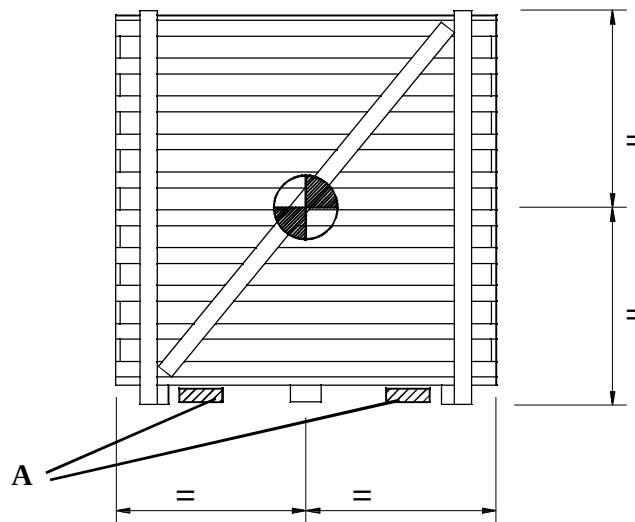

fig. 1
The centre of gravity for both the washer and the TILT SYSTEM components assembly crated, is equidistant of the sides; top and lower of the crate (*fig. 1*)
El centro de gravedad, tanto de la lavadora como del conjunto de elementos del TILT SYSTEM contenidos en su embalaje, es equidistante de los laterales y de la cara superior e inferior del mismo (*fig. 1*)
Le centre de gravité de la machine, et l'ensemble des éléments du TILT SYSTEM dans l'emballage, est équidistant des latéraux de l'emballage et des côtés supérieur et inférieur (*fig. 1*)
To move the machine when crated (*fig. 1*), use best a pallet truck, placing the forks (A) between the crating base and the floor, use the maximum width permitted by the crating.
El transporte de la máquina con embalaje (*fig. 1*) se realizará, preferentemente, mediante carretillas elevadoras, introduciendo las palas (A) en el espacio que existe entre la base del embalaje y el suelo, utilizando la máxima anchura que permita el embalaje.
Le déplacement de la machine avec emballage (*fig. 1*), sera effectué, préférentement, par des chariots élévateurs, on introduira les fourches (A) dans l'espace qu'il y a entre la base de l'emballage et le sol, en utilisant la largeur maximum permise par l'emballage.